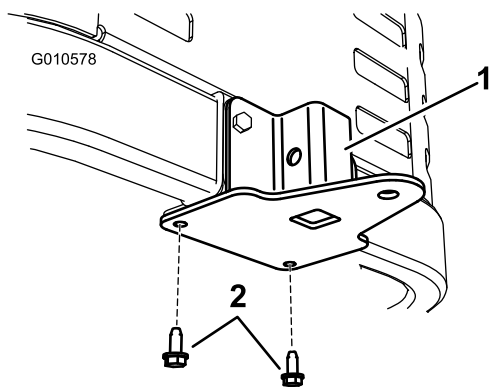

Figura 4
- Sujete el soporte a la parte inferior del bastidor de la máquina desde abajo usando dos tornillos autorroscantes (5/16 x 3/4 pulgada) según se muestra en Figura 4.